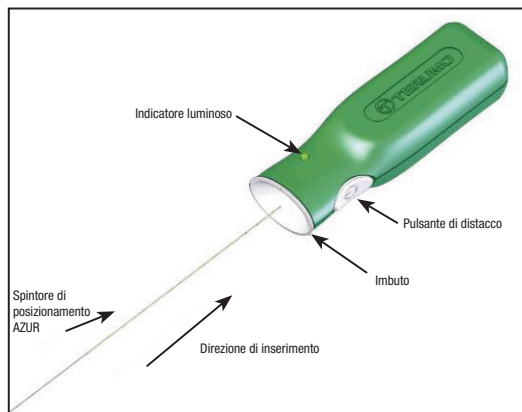

Figura 2 – Controller di distacco AZUR
14. Prima di utilizzare il dispositivo, rimuovere l'estremità prossimale dello spintore di posizionamento dall'anello di confezionamento. Prestare attenzione per evitare di contaminare questa estremità dello spintore di posizionamento con sostanze estranee quali il sangue o il mezzo di contrasto. Inserire saldamente l'estremità prossimale dello spintore di posizionamento nella sezione a imbuto del controller di distacco AZUR. Vedere la Figura 2. **Non premere il pulsante di distacco in questo momento.**
31. Collegare l'estremità prossimale dello spintore di posizionamento al controller di distacco AZUR inserendo saldamente l'estremità prossimale dello spintore di posizionamento nella sezione a imbuto del controller di distacco AZUR. Vedere Figura 2.